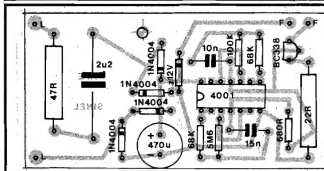

Fig.3
- **FIG. 3 - CHAPEADO DA MONTAGEM** - Agora, a placa é vista pelo lado **não cobreado**, com todas as peças (menos o alto-falante, único componente que é montado **fora** da placa...) posicionadas e cuidadosamente identificadas... Como sempre, enfatizamos os cuidados na inserção e ligação das peças **polarizadas** (Integrado, transistor, diodos - inclusive o zener - e capacitor eletrolítico...). "Pra variar", todas as peças estão devidamente demarcadas com seus códigos, valores, etc., para que não fiquem dúvidas... Essa é outra das **importantes** diferenças entre APE e as demais revistas de Eletrônica: NÃO demarcamos as peças, nos chapeados, com os códigos "R1, R2, C1, C2, TR1, TR2, C11, C12,